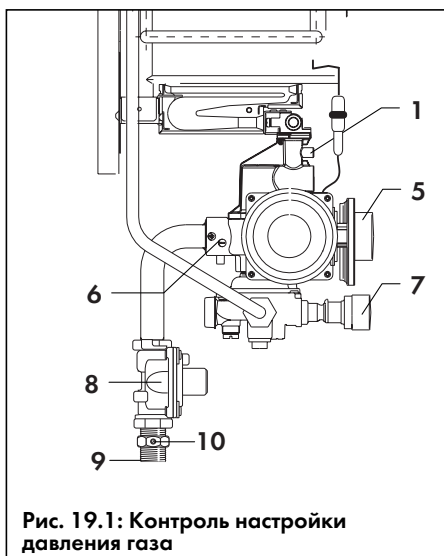

Рис. 19.1: Контроль настройки давления газа
- Подсоедините U-образный манометр к штуцеру для измерения давления газа на соплах (1, рис. 19.1), вывернув из него винт (рекомендуется U-образный манометр Vaillant № 99-0034).
- Запустите аппарат в работу на максимальной мощности согласно указаниям на стр. 9 и 10 и, вывернув регулятор температуры (7, рис. 19.1) до упора вправо, откройте возможно больший разбор горячей воды.
- Установите вращением установочного винта секторного дросселя (6, рис. 19.1) давление на соплах, указанное в таблице на стр. 26: